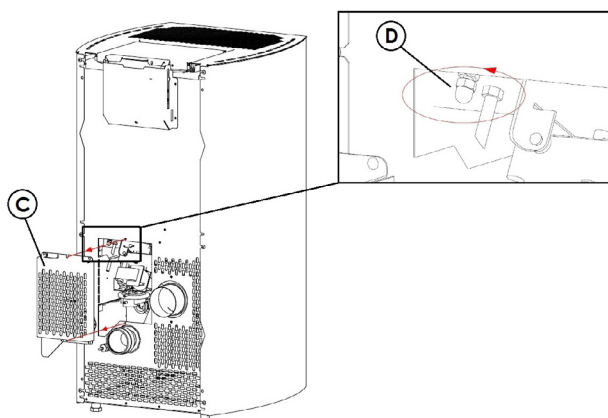

Fig. 74 - Abnehmen der Inspektionsabdeckung
- Inspektionsabdeckung "C" auf der Rückseite des Ofens abbauen (siehe Fig. 74 a pag. 31).